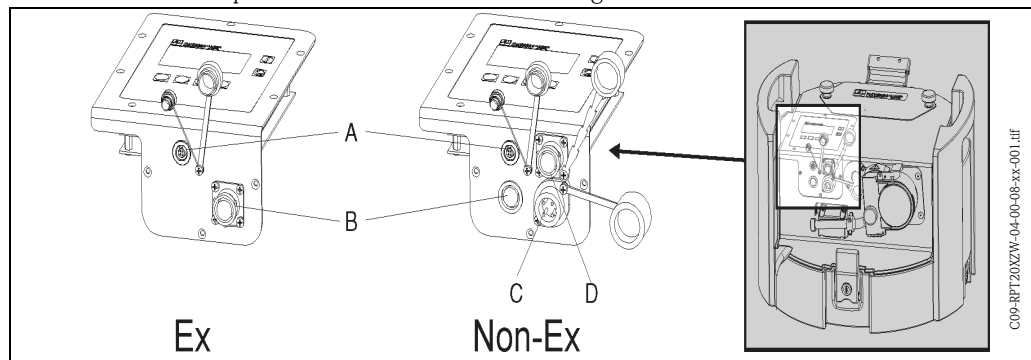

Abb. 4: Elektrische Anschlüsse des Gerätes
#### 4.1.1 Anschluss Signalkabel ( => Abb. 4, Pos. B)
**4.1.2 Anschluss RS232 Schnittstelle ( => Abb. 4, Pos. A)**
**4.1.3 Anschluss Ladegerät ( => Abb. 4, Pos. C)**
**4.1.4 Anschluss Multiparametersonde (optional; => Abb. 4, Pos. D)**